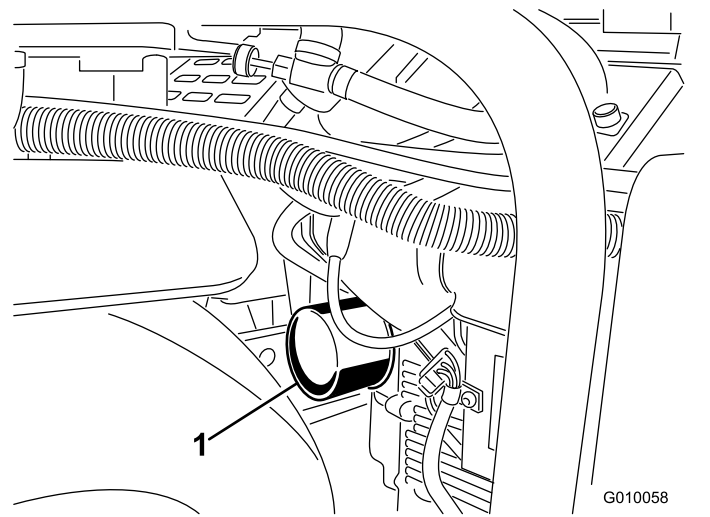
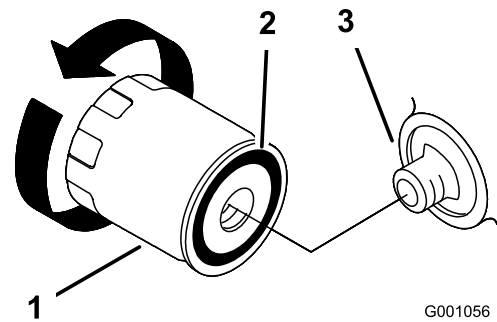

图 44
图 45
5. 在滤清器下面放一个浅盘或抹布接住机油图 44。
6. 拆下旧滤芯图 44和图 45并擦拭滤芯安装座垫片的表面。